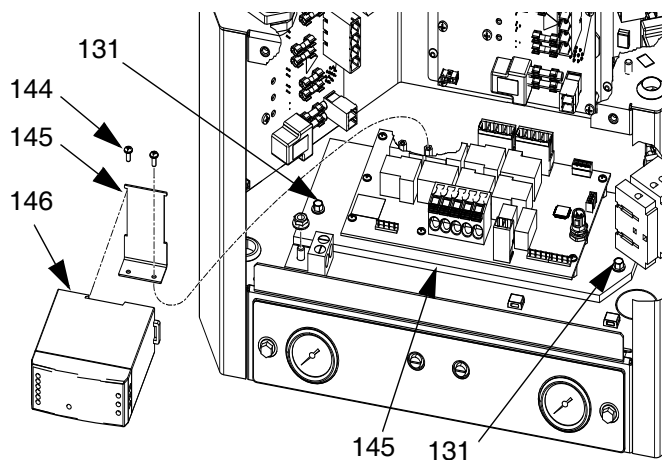

Fig. 49: AWB y fuente de alimentación
3. Retire los 2 tornillos (131) que sujetan la AWB (143) al armario eléctrico (1) y retire después con cuidado la AWB.
4. Retire la fuente de alimentación (146) del soporte de la fuente de alimentación (145); para ello, suelte la pestaña de montaje ubicada al costado de la fuente de alimentación. Consulte la FIG. 49.
5. Retire los dos tornillos (144) que sujetan el soporte de la fuente de alimentación (145) a la placa AWB (143) y retire el soporte. Consulte la FIG. 49.
1. Use los dos tornillos (144) para sujetar el soporte de la fuente de alimentación (145) a la nueva placa AWB (143). Consulte la FIG. 49.
2. Monte la fuente de alimentación (146) en su soporte (145). Consulte la FIG. 49.
3. Enchufe el conector (etiquetado como AWB-J1 del mazo de cables de la fuente de alimentación (147)) en el conector J1 de la AWB (143). Consulte el **Esquema eléctrico**, página página 86.
4. Use los dos tornillos (131) para instalar la AWB (143) en el armario eléctrico (1). Consulte la FIG. 49.
5. Vuelva a conectar los cables en la AWB (143).
2. Retire la puerta de acceso delantero del armario eléctrico (10).
3. Retire la fuente de alimentación (146) del soporte de la fuente de alimentación (145); para ello, suelte la pestaña de montaje ubicada al costado de la fuente de alimentación. Consulte la FIG. 49.
4. Desconecte los conectores roscados entre la fuente de alimentación (146) y el mazo de cables de la fuente de alimentación (147), de acuerdo con la siguiente tabla. Consulte la FIG. 49.
1. Haga las conexiones entre el mazo de cables de la fuente de alimentación (147) y la nueva fuente de alimentación (146) de acuerdo con la siguiente tabla:
2. Vuelva a montar la fuente de alimentación (146) en su soporte (145). Consulte la FIG. 49.
3. Instale la puerta de acceso delantera del armario eléctrico (10).